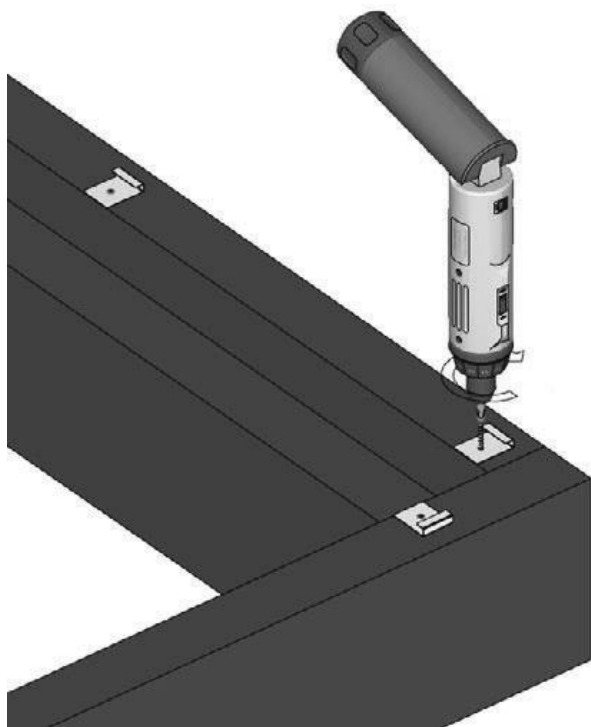

FIG. 21 – STARTCLIPS BEVESTIGD AAN DE BUITENSTE REGEL
- 01 Bevestig startclips op de buitenste regel (fig. 21) om de 300 mm.